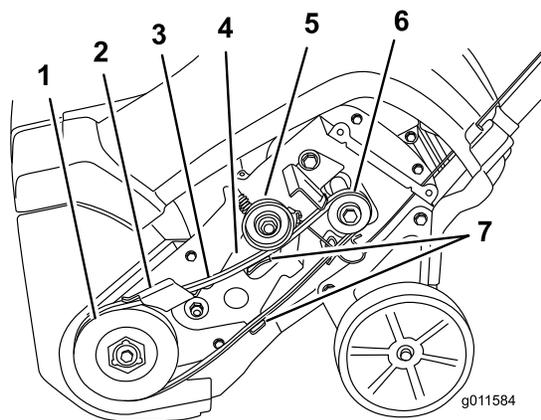

Figure 31
**Important:** Veillez à installer la courroie d'entraînement de sorte qu'elle soit posée au-dessus des 2 languettes sur le bras de la poulie de tension et sous le frein du bras de la poulie de tension (Figure 31).